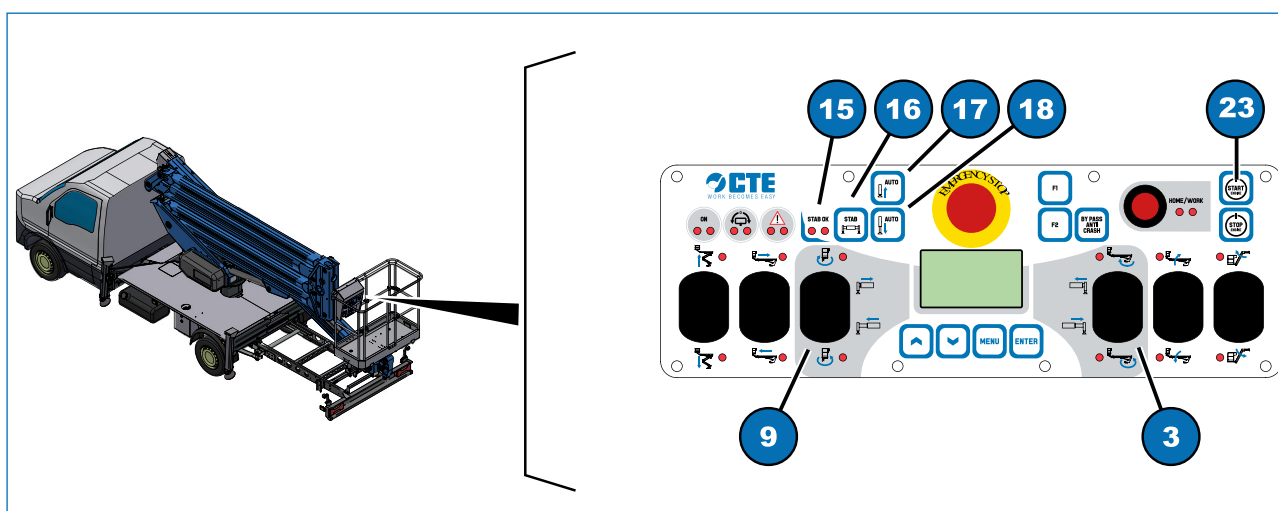

Fig. 6.10
- 1) premere il pulsante “START Engine” (Fig. 6.10, 23) per avviare il motore del veicolo;
- 2) premere il pulsante “AUTO” (freccia su) (Fig. 6.10, 17) per far rientrare gli stabilizzatori fino a fine corsa;
- 3) premere il pulsante “STAB” (Fig. 6.10, 16) e le leve di comando proporzionale (Fig. 6.10, 3 e 9) verso l’alto per far rientrare le traverse fino a fine corsa;
- 4) verificare lo spegnimento delle spie “STAB OK” (Fig. 6.10, 15);